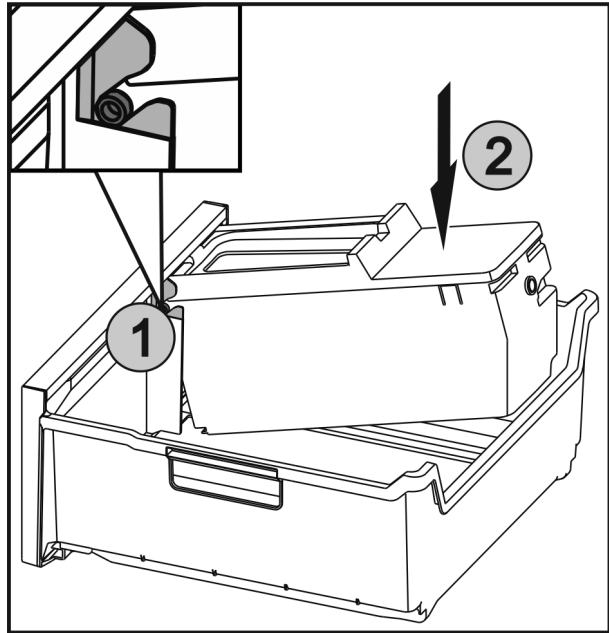

Fig. 62
- ▶ De assen Fig. 62 (1) van EasyTwist-Ice in de geleidingen schuiven en de achterste zijde Fig. 62 (2) erin drukken tot de lip vergrendelt.